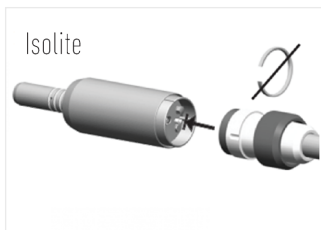

FIG. 3
2. Coloque el motor y su tubo flexible patentado (sin el anillo proporcionado con los tubos flexibles REF. 1600120-001 y REF. 1600315-001) como se muestra en (FIG. 3). Gírelo hasta encontrar la posición exacta y empújelo hacia el motor.